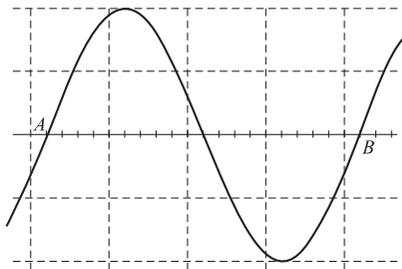

图 2-6 时间间隔的测量
例如在图 2-6 中,测得 $A-B$ 两点间的水平距离为 4 格,扫描时间因数设置为 2 ms/格 , 水平扩展为 $\times 1$, 则时间间隔 $= 4 \text{ 格} \times 2 \text{ ms/格} / 1 = 8 \text{ ms}$ 。
(5) 周期和频率的测量。在图 2-6 所示的例子中,测得 $A-B$ 两点间的时间间隔正好为该信号的周期(T), 该信号的频率 f 则为 $1/T$, 即 $f = 1/T = 1/(8 \times 10^{-3}) = 125 \text{ Hz}$ 。